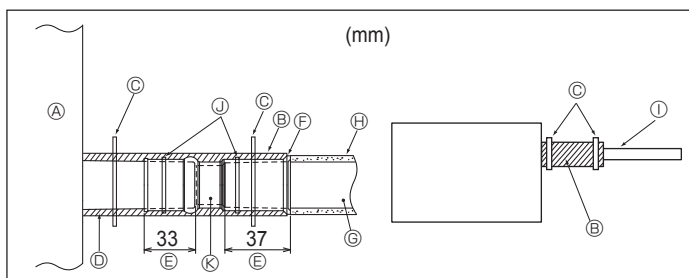

Fig. 3-5
1. Conecte el tubo de desagüe (suministrado con la unidad) al orificio de desagüe. (Fig. 3-5) (Sujete el tubo con cinta aislante y asegure la conexión con una banda.)
[Fig. 3-5]